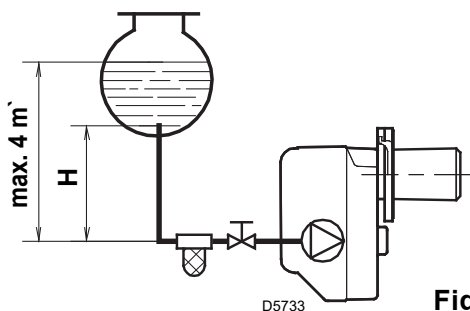
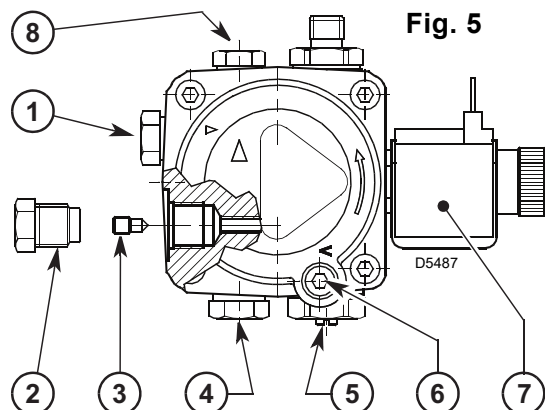

Fig. 6
Fig. 5
■ La pompe est prévue pour un fonctionnement en bitube. Pour le fonctionnement en mono-tube, il faut dévisser le bouchon de retour (2), enlever la vis de by-pass (3) et ensuite revisser le bouchon (2), (voir Fig. 5).
Dans l'installation en Fig. 6, il faut desserrer le raccord du vacuomètre (5, Fig. 5) jusqu'à la sortie du combustible.
Pour modifier ce réglage, jouer sur la vis (4, Fig. 5, page 4).